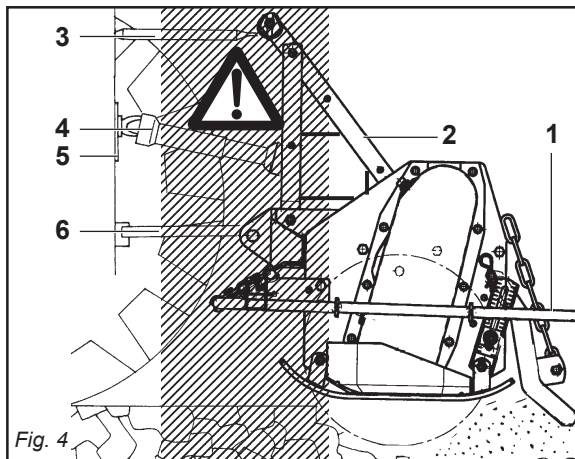

Fig. 4
- 25) *It is absolutely forbidden to stand between the tractor and the machine (Fig. 4) when the engine is running and the cardan shaft is engaged without having first engaged the hand brake.*
- 25) Il est absolument interdit de se mettre entre le tracteur et l'appareil (Fig. 4) quand le moteur est en marche et le cardan enclenché, sans avoir tiré le frein de stationnement.
- 25) Es ist absolut verboten, bei laufendem Motor und eingeschalteter Gelenkwelle zwischen den Schlepper und das Gerät zu treten (Abb. 4). Dazu muß die Feststellbremse gezogen werden. Achten Sie bei der Arbeit mit der Maschine auf den nötigen Sicherheitsabstand aufgrund der Auswurfgefahr stumpfer Gegenstände.
- 25) Está terminantemente prohibido colocarse entre el tractor y el equipo (Fig. 4) con motor encendido y cardán inserido, o sin haber accionado el freno de estacionamiento. Manténgase a una distancia de seguridad de la máquina durante el trabajo, porque puede proyectar objetos.
- 29) È assolutamente vietato interporre fra il trattore e l'attacco della macchina per manovrare il comando dall'esterno per il sollevamento (Fig. 4).
- 29) It is absolutely forbidden to stand between the tractor and the implement when manoeuvring the lift control from the outside (Fig. 4).
- 29) Il est absolument interdit de se mettre entre le tracteur et l'attelage pour manoeuvrer la commande de relevage de l'extérieur (Fig. 4).
- 29) Es ist absolut verboten, zwischen den Schlepper und den Anschluß zu treten, um die Aushebung von außen zu betätigen (Abb. 4).
- 29) Está absolutamente prohibido colocarse entre el tractor y el enganche para maniobrar el mando desde el externo en la fase de elevación (Fig. 4).